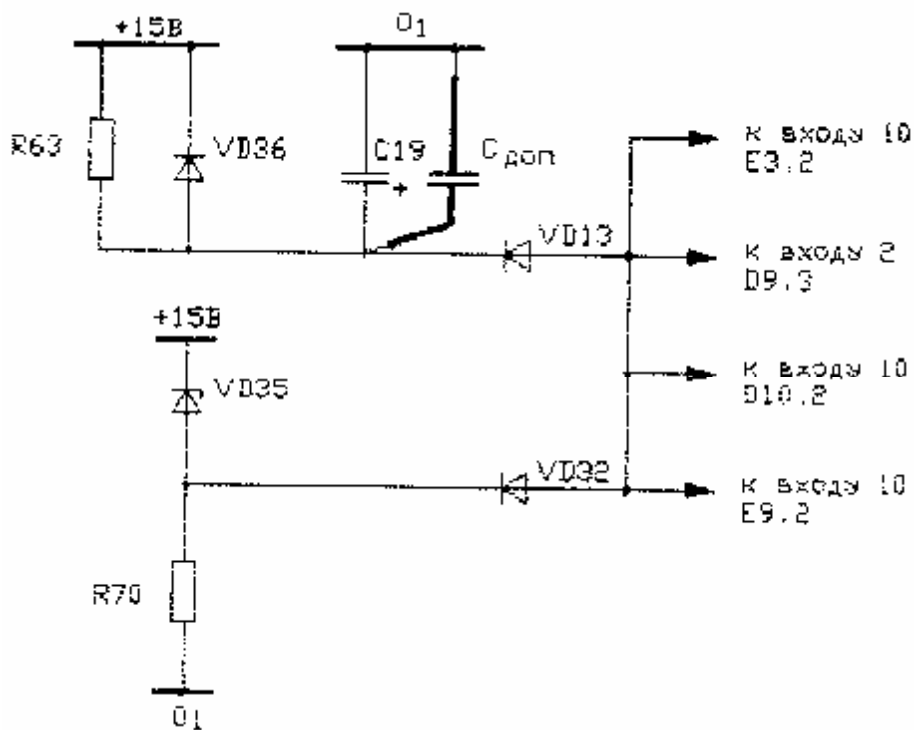

Рис.2
В 1984 г. АО "ЧЭАЗ" стало выпускать панели с частично модернизированным модулем логики МЛ-501, в котором связанные с конденсатором С19 цепи выполнены по схеме на рис. 2 (кроме Сддп)» что позволило исключить срабатывание сигнализации при снятии напряжения питания.
Однако за последние годы отмечались случаи снижения емкости конденсатора С19, что снова приводило к ложной работе сигнализации при снятии напряжения питания, несмотря на то, что схема модуля логики соответствовала рис. 2. В этих случаях для устранения ложной работы сигнализации
ВНИИЭ было предложено смонтировать параллельно конденсатору С19 дополнительный конденсатор Сдоп типа К73 - 17 емкостью 3,3 мкФ. (см. рис.2).
- Если этот узел выполнен по схеме рис. 2 (панели выпуска начиная с 1984 г.), то смонтировать и включить параллельно конденсатору С19 дополнительный конденсатор Сдоп типа К73 - 17 емкостью 3,3мкФ с номинальным напряжением 63В или 160В;